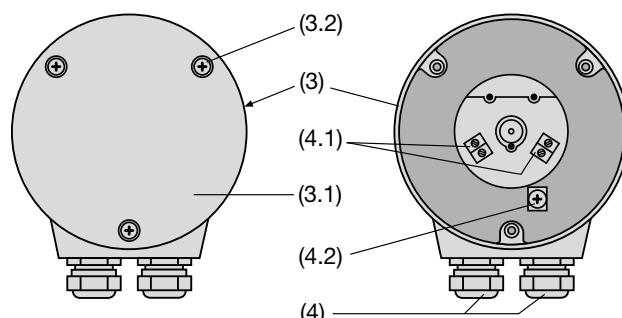

Fig. 6. Parte posteriore (3) con morsetti (4.1) e (4.2) e pressacavo (4).
La variante con **morsetti a vite** montati direttamente nel convertitore e con i **pressacavo** è composta da 4 morsetti (4.1) e 1 morsetto di terra (4.2) posto nella parte posteriore del convertitore (3), vedi Fig. 6. Questi morsetti sono previsti per fili di sezione max. 1.5 mm², essi sono accessibili levando il coperchio (3.1).
- ... con **morsetti a vite e pressacavo**, rimuovere le 3 viti (3.2) e il coperchio (3.1), (Fig. 6, a sinistra).
- ... con **morsetti a vite e pressacavo**, svitare le 3 viti (3.2) e togliere il coperchio (3.1) (Fig. 6, a sinistra).